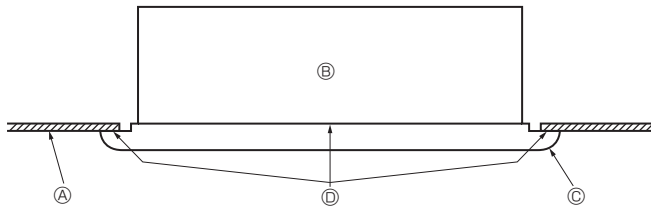

Fig. 5-6
- A seguir aperte os parafusos de fixação ② e fixe os parafusos ③ nos três lugares centrais.
- Finalmente aperte os parafusos de fixação ② nos quatro lugares à esquerda e à direita.
- Neste momento, certifique-se de que não existem folgas entre a unidade interna e o painel dianteiro, e entre o painel dianteiro e a superfície do tecto. Se existirem folgas, o vento pode entrar o que pode fazer com que comece água a pingar (Fig. 5-6).
- \* Aperte completamente os parafusos de fixação ② e os parafusos de fixação ③.
### 5.4. Verificações depois da instalação (Fig. 5-6)